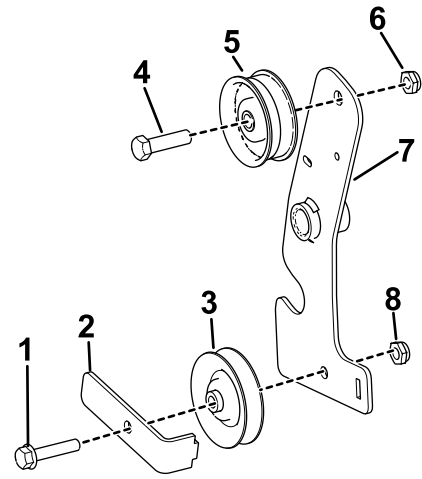

Figura 17
- A. Instale la polea tensora plana en la parte superior del brazo de embrague de tracción y fíjela con el perno (¾" x 1⅜") y la contratuerca (¾") (Figura 17).
- B. Instale la polea tensora en V, la correa de tracción y la guía de correa en la parte inferior del brazo de embrague de tracción y fíjelo con el perno (5/16" x 1½") y la contratuerca (5/16") nuevos (Figura 17).